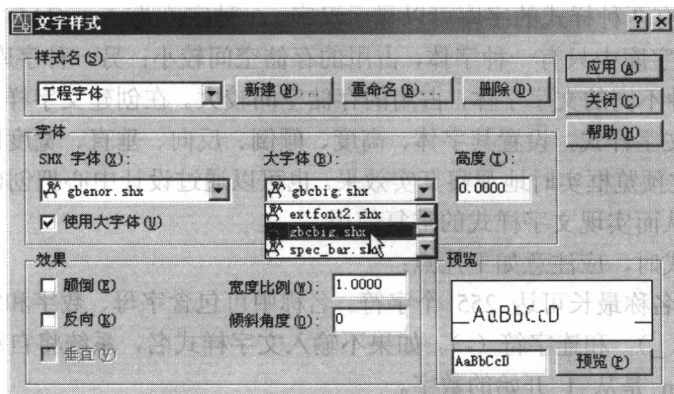

图 1.6 新建“工程字体”的【文字样式】对话框
(3) 单击【确定】按钮，关闭【新建文字样式】对话框。在【文字样式】对话框中，单击【SHX 字体】下拉列表框，选择“gbenor.shx”选项，选择【使用大字体】复选框，单击【大字体】下拉列表框，选择“gbcbig.shx”选项，如图 1.6 所示。使用大字体最大的优点就是此种文字样式可以正确显示出西文字体和中文字体，并且符合国标要求的中西文工程字体。两种西文字体名分别为 gbenor.shx（正体）和 gbcbig.shx（斜体），中文长仿宋体工程字的字体名是 gbcbig.shx。